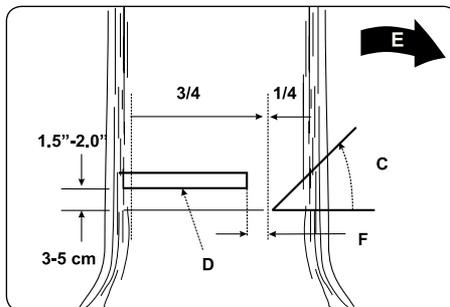

Рис. 13
**ПРЕДУПРЕЖДЕНИЕ:** Не ходите перед деревом, которое уже подрезано. Окончательный срез (D) выполняется с обратной стороны дерева в 3–5 см над горизонтальной основой подреза (С) (Рис. 13).